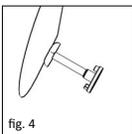

fig. 4
■ **fig. 4** Den stempellignende delen av sizeren fungerer som underlag på stigbøyleplaten i rammen av målingen. Den tallerknelignende delen er beregnet på å ligge inntil trommehinnen. Under beregningen av protesens lengde må det tas hensyn til tykkelsen på transplantatet (for eksempel bruskskive) som senere fungerer som underføring på trommehinnen. Når man har funnet frem til den optimale lengden, kan tilsvarende lengde stilles inn på den totale protesen.